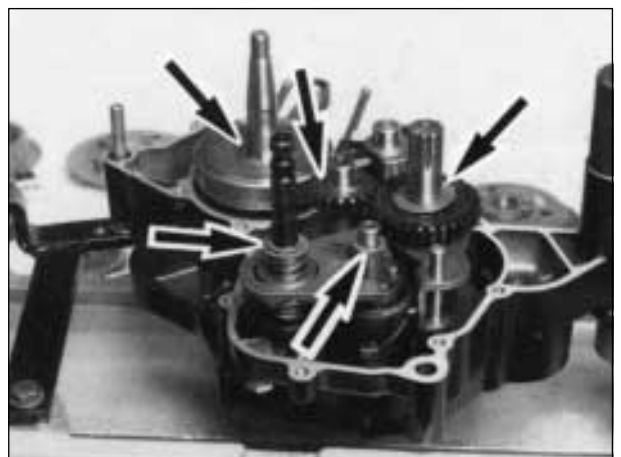

Fig. 22
22) ANNOTARSI lo spessore e la posizione di montaggio di tutte le rondelle di rasamento che si trovano infilate nei rispettivi alberi (Fig. 22), controllando attentamente che non siano rimaste rondelle sul carter appena tolto.
22) NOTE the thickness of the shim washers which are fitted to their relevant shafts (Fig. 22), checking carefully that no washers are left on the crankcase that has just been taken off.